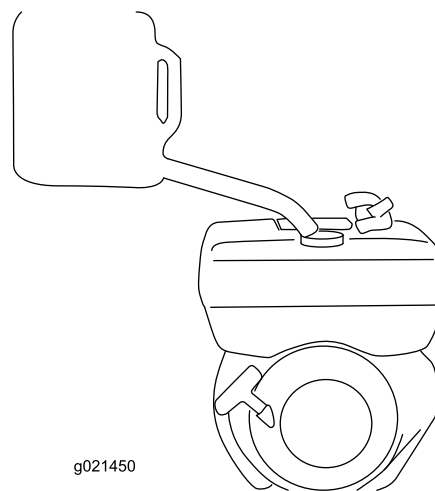

Figura 17
3. Abasteça o tanque de combustível com óleo diesel (Figura 17).